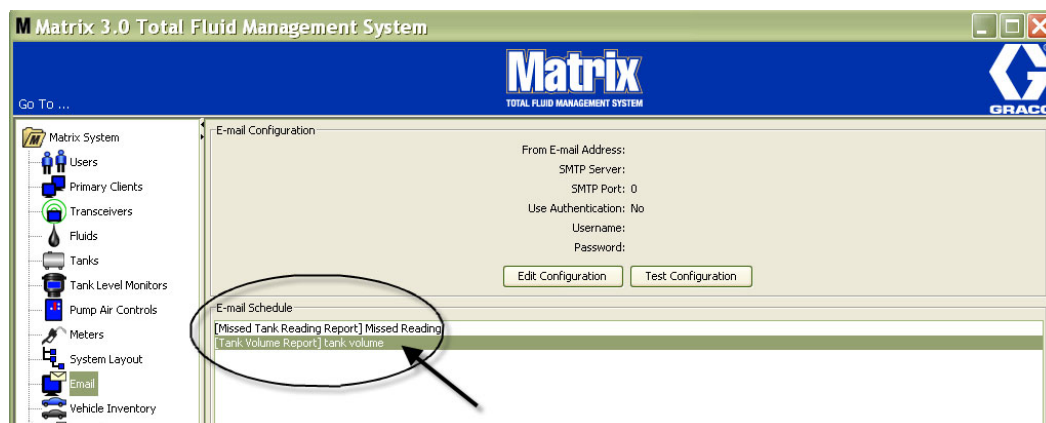

FIG. 144
3. Los sucesos de correo electrónico que ha creado se muestran en el lado Cronograma de correo electrónico de la pantalla principal de Configuración de correo electrónico, tal como se representa en la FIG. 144.